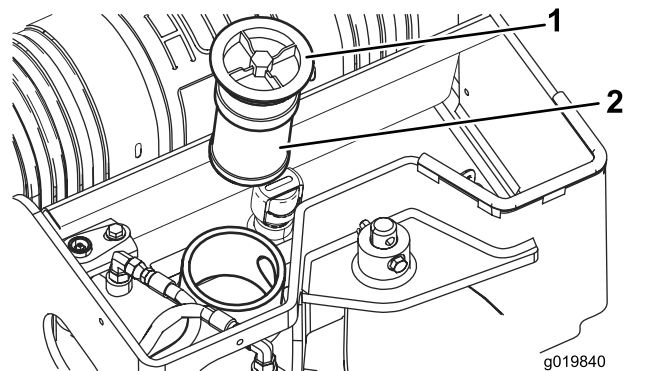

Figura 60
5. Limpie la zona alrededor del cuello de llenado del depósito de aceite hidráulico, y retire el tapón y el filtro del cuello de llenado usando una llave de tubo (Figura 60).